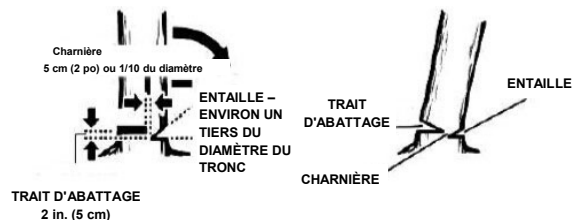

FIG. 22
**AVERTISSEMENT** : ne coupez jamais le trait d'abattage jusqu'à l'entaille de direction. La charnière contrôle la chute de l'arbre, il s'agit d'une section de bois entre l'entaille et le trait d'abattage. (Fig. 22)